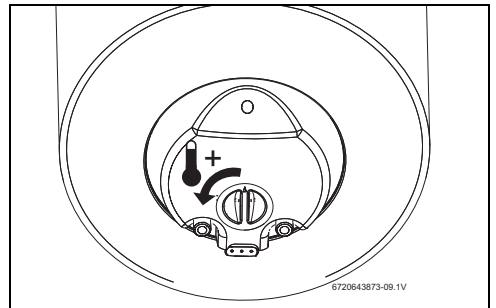

Fig. 10 Aumentar a temperatura
- ▶ Posicionar o termostato na posição máxima de temperatura, rodar o seletor de temperatura para a esquerda até ao batente (→ Fig. 10).